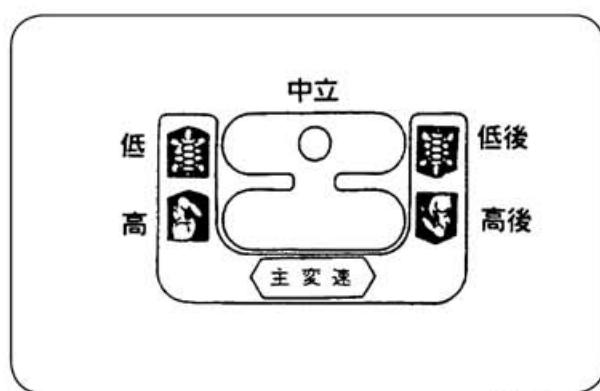

図 27
- ①主変速レバーを「低・高・後」位置に入れます。 (図27)